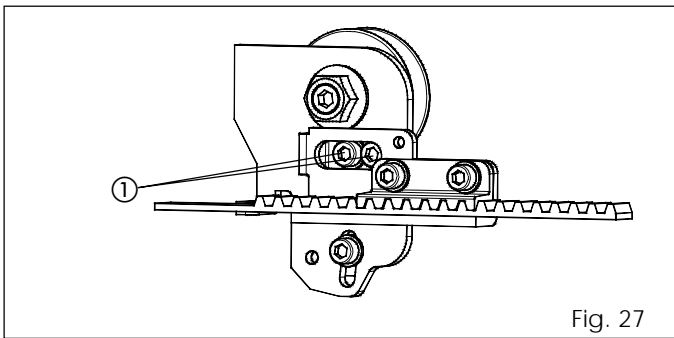

Fig. 27
- Haal de twee schroeven (fig. 27 ref. ①) los op beide wagens.